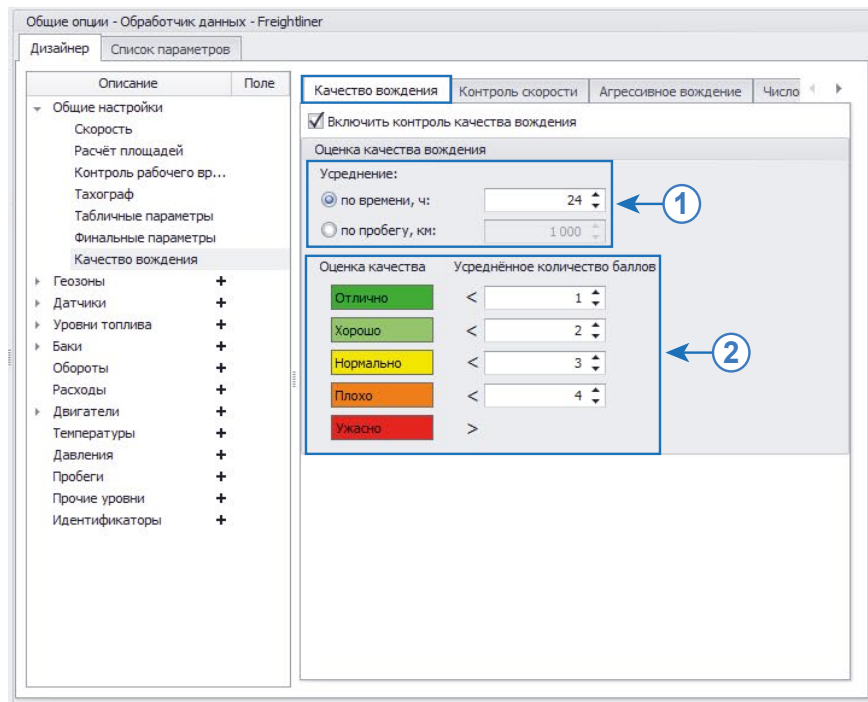

Рис.16. Настройка средних оценок за качество вождения.
По умолчанию итоговая оценка за стиль вождения выставляется за 24 часа. Период усреднения, а также средняя оценка могут быть настроены произвольным образом. Для настройки необходимо перейти на вкладку «Качество вождения» (Рис.16).
• Усреднение штрафных баллов (Рис.16, п.1).
• Оценка качества (Рис.16, п.2).
После усреднения штрафных баллов за выбранный интервал программа «АвтоГРАФ 5 ПРО» выставляет среднюю оценку водителю согласно заданной установленной системе оценок. Настройки по умолчанию приведены на (Рис.16). Также пользователь может изменить настройки по умолчанию. Наилучшая оценка – Отлично, выставляется, если водитель набрал наименьшее количество штрафных баллов в среднем (по умолчанию меньше 1). Наихудшая оценка – Ужасно, выставляется, если водитель набрал наибольшее количество штрафных баллов в среднем за период (по умолчанию 4 более).